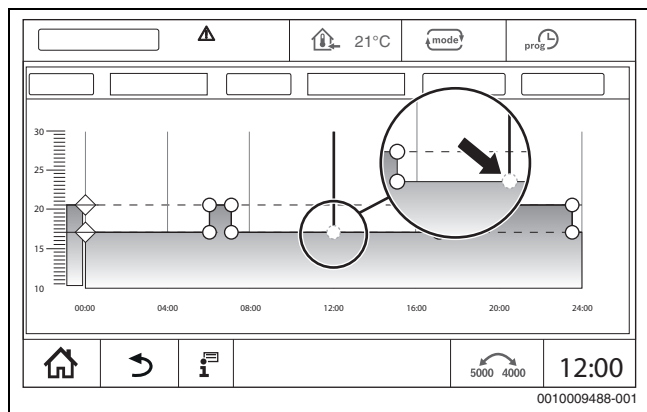

Fig. 26 Introducerea unui punct de comutare
- ▶ Apăsăți punctul de comutare (→ fig. 26, pagina 22) și deplasați ciclul de temperatură al regimului redus.